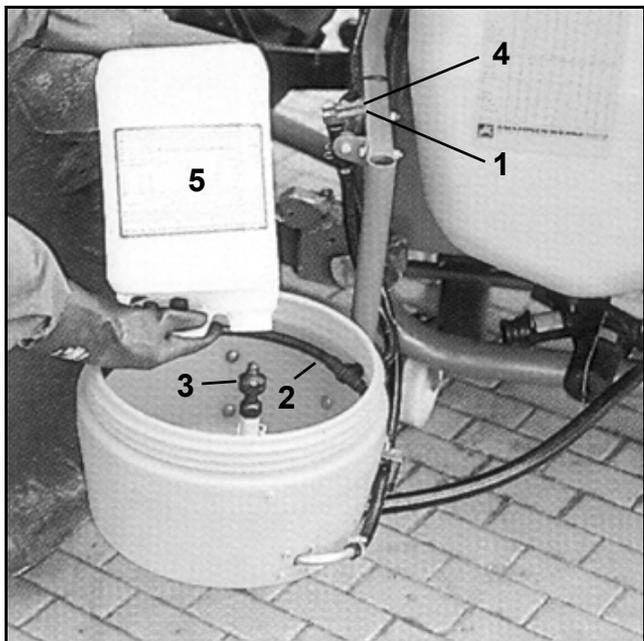

Fig. 79
- Au groupe de robinetterie, ouvrez le robinet 1 (a 78/ 7)voie alimentant le jet de rinçage (Fig. 79/ 3).
- Rincez les bidons de produits (Fig. 79/ 5) ou autres récipients, à l'aide du jet de rinçage, en les maintenant retournés sur le jet et en appuyant vers le bas pendant au **moins 30 secondes**. Le jet rotatif effectue un rinçage efficace du récipient.